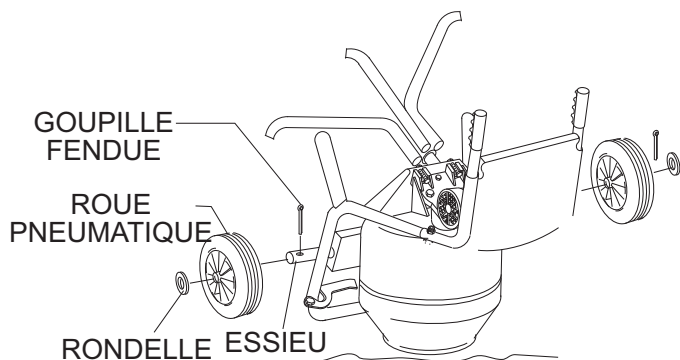

Figure 11. Roues et bagues d'arrêt des roues
8. Placez une roue de chaque côté de l'essieu du mélangeur tel qu'indiqué à la Figure 11. Placez la bague d'arrêt sur l'essieu pour fixer la roue en place. Utilisez un maillet en caoutchouc pour frapper sur la bague d'arrêt de la roue.